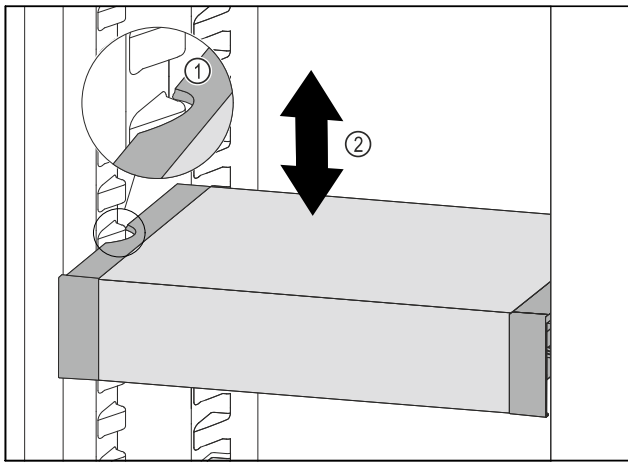

Fig. 60
- ▶ Потягнути VarioSafe вперед, поки бокові заглиблення VarioSafe не опиняться на рівні ребра для резервуара в охолоджувальному відділенні. Fig. 60 (1)
- ▶ Пересувайте VarioSafe вгору або вниз в охолоджувальному відділенні до тих пір, поки не досягнете бажаної висоти. Fig. 60 (2)